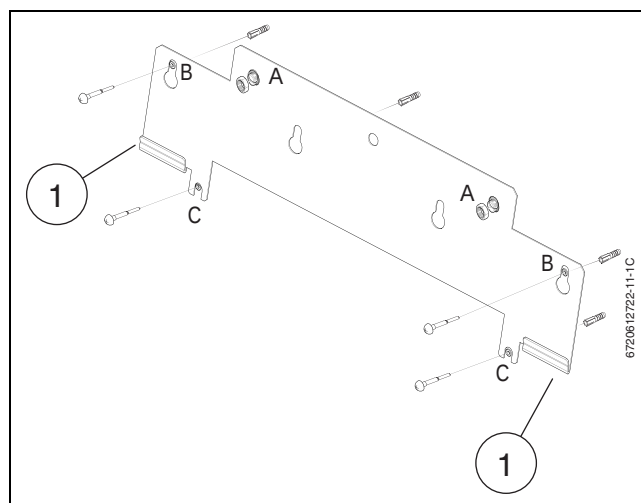

Fig. 12
- Per inserire l'apparecchio nella sede della staffa di aggancio, sollevarlo, posizionarlo contro la parete ed abbassarlo fino ad agganciarlo sui 2 supporti (fig. 12, rif. 1).